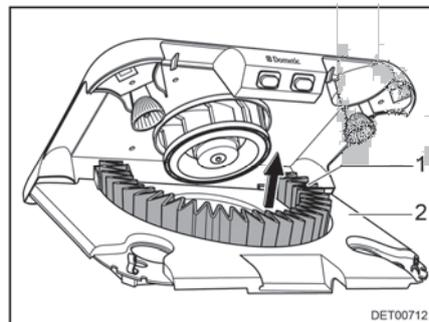

Fig. 161 Remplacer le filtre à charbon actif
- Retirer le filtre à charbon actif (Fig. 161,1) de son support par le haut.
- Pivoter le support à filtre (Fig. 161,2) vers le haut jusqu'à ce qu'il s'encastre.